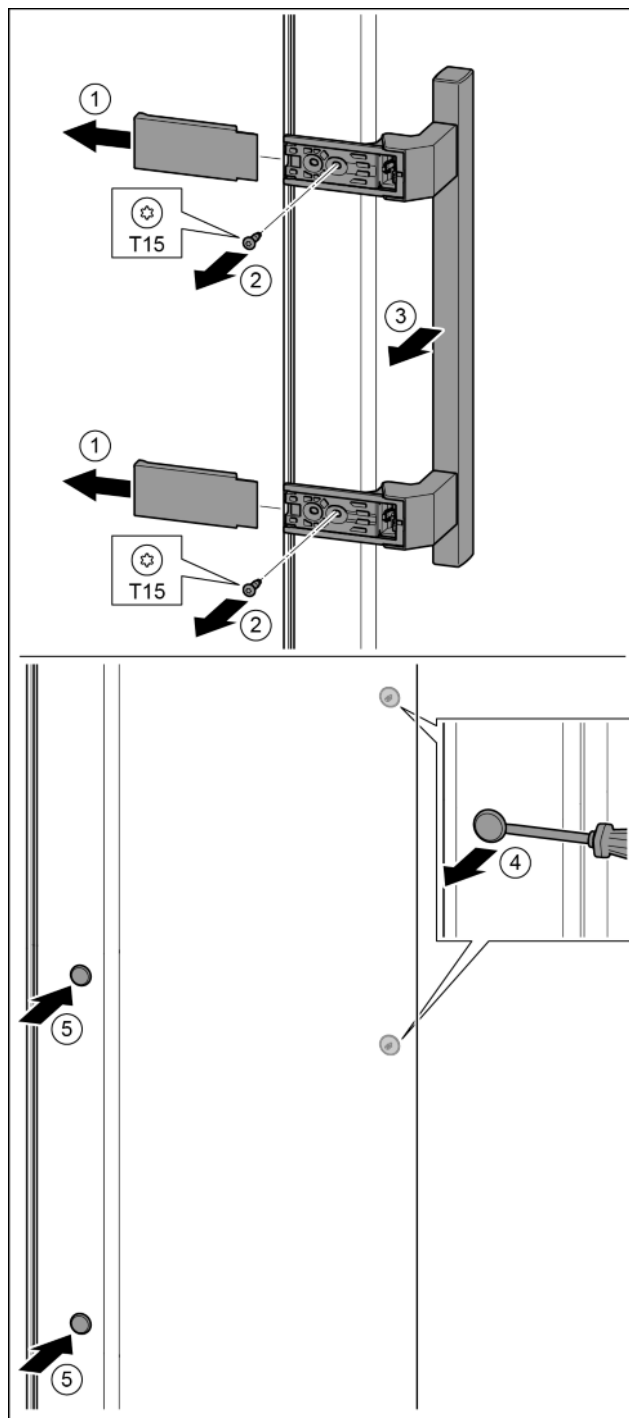

Fig. 15
- Stiahnite kryt. Fig. 15 (1)
- Skrutkovačom T15 vyskrutkujte skrutky. Fig. 15 (2)
- Odoberte držiadlo. Fig. 15 (3)
- Plochým skrutkovačom opatrne nadvihnite a vyberte bočnú zátku. Fig. 15 (4)
- Zátku opäť nasadíte na druhú stranu. Fig. 15 (5)